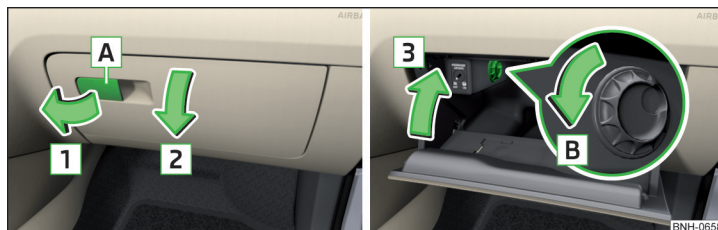

Fig. 77 Deschiderea/închiderea compartimentului de depozitare și deschiderea admisiei aerului
- Pentru **deschidere** trageți mânerul **A** în sensul săgeții **1** și rabatați capacul în sensul săgeții **2** » fig. 77.
- Pentru **deschidere**, rotiți butonul rotativ în sensul săgeții **B** până la limită » fig. 77.